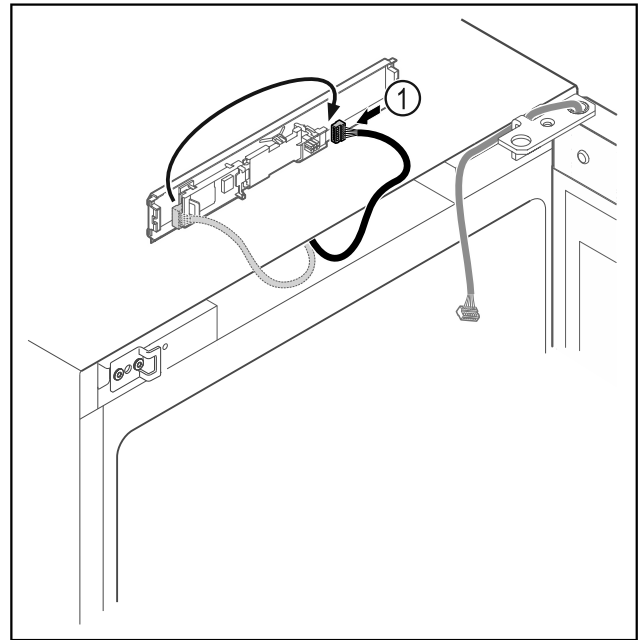

Fig. 17
- ▶ Stekker Fig. 17 (1) op printplaat verwisselen.